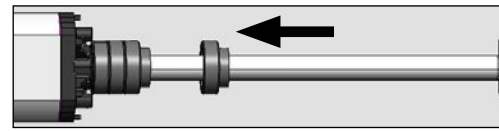

Abb. 14
14. Sollte am Boden kein mechanischer Anschlag vorhanden sein, können die Buchsen (Abb. 1 Bez. ⑦) benutzt werden. Entfernen Sie die vordere Befestigung vom Kolben und stecken die benötigte Anzahl von Distanzringen auf den Kolben ineinander bis der gewünschte Öffnungswinkel erreicht wurde. (Abb. 14).